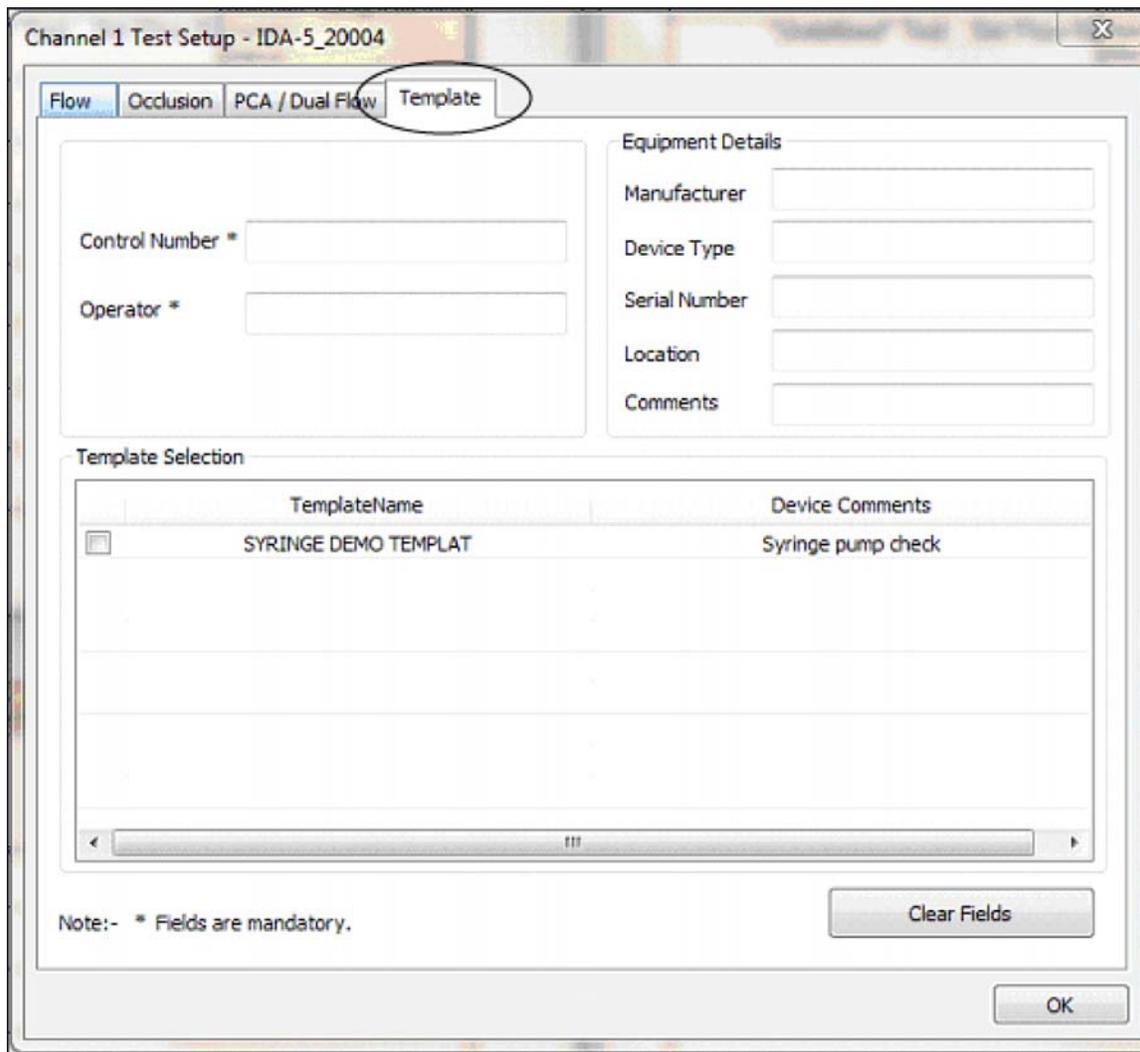

图 8. Template（模板）对话框
1. 选择 **Template**（模板）选项卡。请参阅图 8。